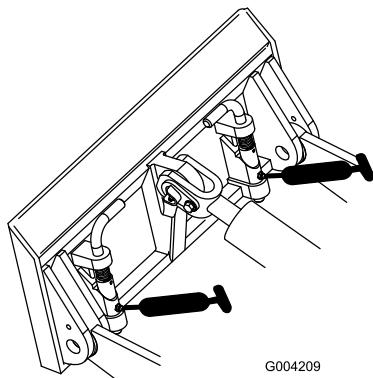

Bild 19
4. Setzen Sie die Fettpresse nacheinander an allen Nippeln an (Bild 18 und Bild 19).